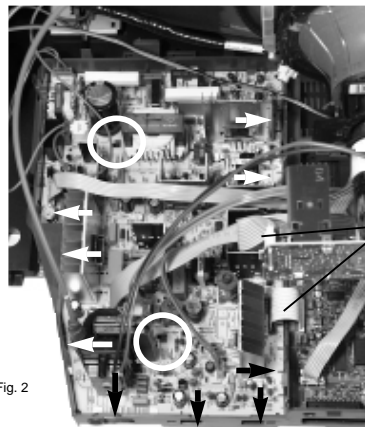
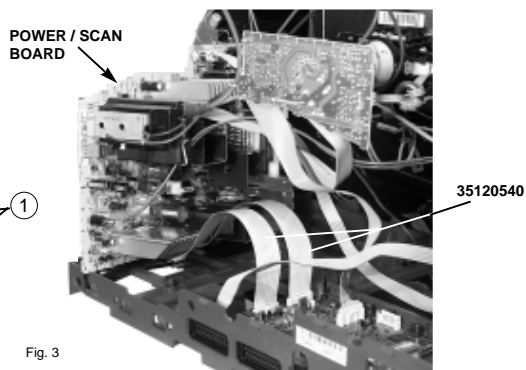

Fig. 2
Fig. 3
- 1 - Remove the two connection cable PSB/SSB (1) (Fig.2) and get free the "PSB" board from the chassis in pressing the maintain tongue (9 in periphery and 2 in the board) (Fig.2) . Put the two extension cable PSB/SSB (35120540) (Fig.3).
- 2 - Put the PSB board in service position (Fig. 3)
- 1- Retirer les cordons de raccordement PSB/SSB (1) (Fig.2) et dégager la platine "PSB" du chassis en appuyant sur les languettes de maintien (9 en périphérie et 2 en interne) (Fig.2) . Mettre les cordons prolongateurs de raccordement PSB/SSB (35120540) (Fig.3).
- 2- Mettre la platine PSB en position de service (Fig. 3)
- 1- Entfernen Sie die beiden Verbindungskabel PSB/SSB (1) (Fig.2). Zum Ausbau der PSB-Platine lösen Sie die 9 Halteklammern um die Platine herum und die 2 Klammern in der Platine wie (Fig.2) dargestellt. Stecken Sie die Verlängerungskabel PSB/SSB (35120540) (Fig.3) ein.
- 2- Bringen Sie die PSB-Platine in die Service-Position (Fig. 3).
- 1- Togliere i due cavi di collegamento PSB/SSB (1) (Fig.2) e liberare la piastra "PSB" dal telaio premendo il linguetto di fissaggio (9 periferiche e due interne) collegare le prolunghe PSB/SSB (35120540) (Fig.3).
- 2- Sistemare la piastra PSB in posizione di service (Fig. 3).
- 1 - Retirar los dos cables de conexión PSB/SSB (1) (Fig.2) y soltar la placa "PSB" del chasis presionando las lengüetas (9 en la periferia y 2 en la placa) (Fig. 2). Enchufar los dos cables prolongadores PSB/SSB (35120540) (Fig.3).
- 2 - Poner la placa PSB en la posición de servicio (Fig. 3)